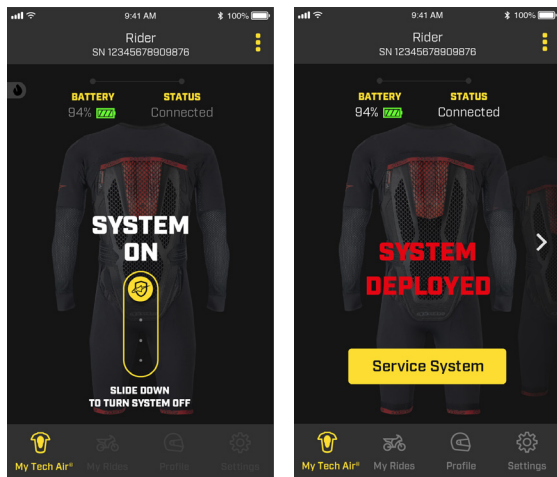

Figura 16
Durante la guida, la modalità "Sistema acceso" è attiva e, di conseguenza, per motivi di sicurezza, l'utente non può accedere alla maggior parte delle funzioni dell'App. Nel caso in cui il Sistema debba essere disattivato dall'utente, ad esempio durante una guida pesante fuoristrada, il Sistema può essere disattivato utilizzando l'icona a scorrimento sull'App (come mostrato in Figura 16). Per riattivare, aprire e chiudere la Cintura di attivazione (4).
In caso di espansione, l'App mostrerà il relativo stato con la dicitura SYSTEM DEPLOYED (SISTEMA DISPiegATO) come illustrato in Figura 16.